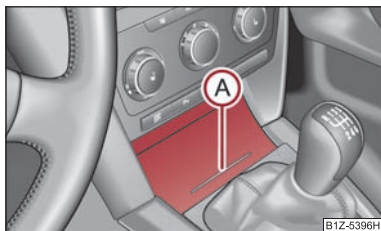

Fig. 92 Consola centrală față: Compartimentul de depozitare
- Apăsați în partea inferioară a capacului compartimentului, în zona **A** ⇒ fig. 92 - capatul se deschide.